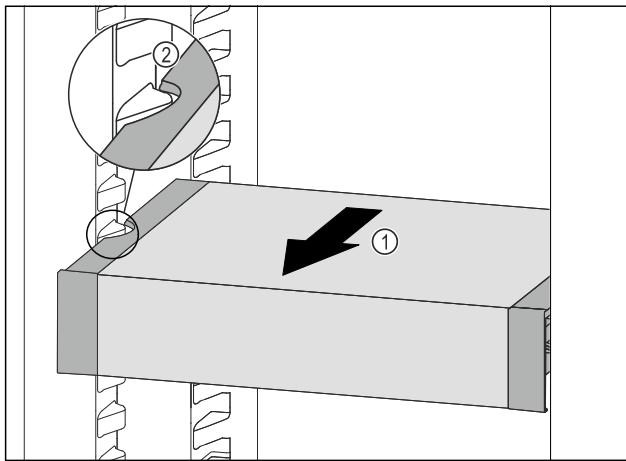

Fig. 72
- Тяните VarioSafe вперед Fig. 72 (1), пока боковые выемки VarioSafe не окажутся на высоте выступа резервуара для воды в холодильном отделении. Fig. 72 (2)